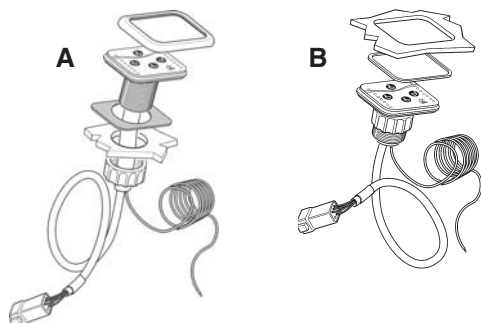

Fig. 22
Montez le panneau de commande (B), voir fig. 1, 3 et 22 pour qu'il soit facilement accessible du poste de commande. Le diamètre de la découpe est de 52 mm. Voir fig. 3. Utilisez le joint faisant partie de la livraison (Voir A, fig. 22). Pour un montage du panneau bord à bord, enfoncez et enlevez la section centrale et utilisez le reste de joint pour l'assemblage, voir (B) fig. 22. Voir également le gabarit de perçage pour le panneau de commande à la fin de ces instructions.